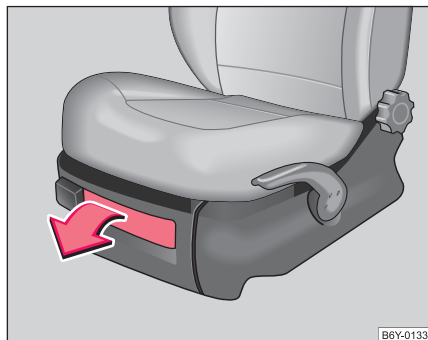

Fig. 74 Siège avant: Vide-poches
- Pour ouvrir le couvercle, le faire basculer et le tirer ⇒ fig. 74